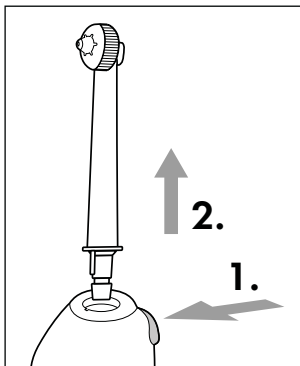

Fig. 3
- ◆ Para desmontar el cabezal **2**, pulse el botón de desencastre **10** de la pieza manual **4** y tire del cabezal **2** para extraerlo de la pieza manual **4** (consulte la fig. 3).